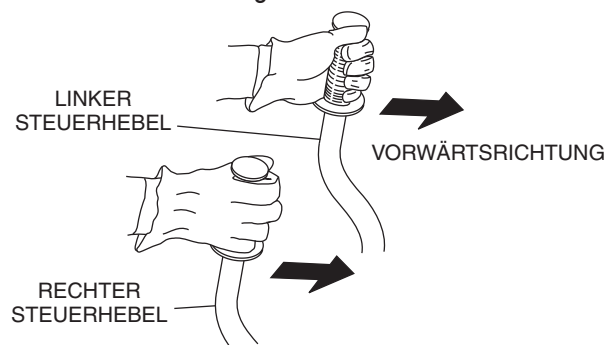

Abbildung 15. Linker und rechter Steuerhebel
1. Drücken Sie den linken und rechten Steuerhebel nach vorne. Siehe Abbildung 15.